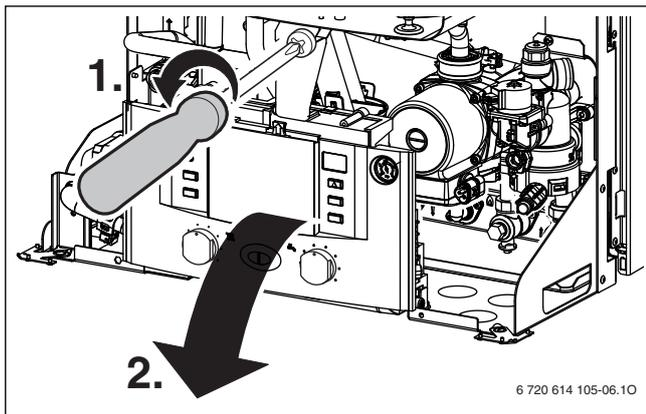

Fig. 13
- ▶ Svitare la vite di fissaggio (→ rif. 1, fig. 13) e far ruotare il cruscotto comandi verso il basso.